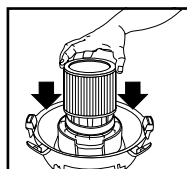

FIGURA 18
28. Con la tapa del depósito en posición invertida, deslice el filtro de cartucho hacia abajo sobre el alojamiento de la tapa, empujando hasta que el filtro se selle contra la tapa. **FIGURA 18.**